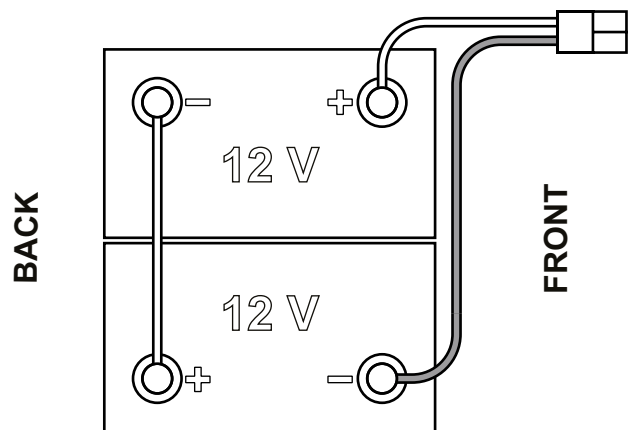

Figura 1
Utilajul funcționează cu 2 baterii de 12 V, conectate conform schemei prezentate în Figura 1.
1. Scoateți cheia utilizatorului (52).
2. Deconectați conectorul bateriei apăsând pe butonul de urgență (5).
3. Ridicați capacul (18) și verificați dacă rezervorul de recuperare (17) este gol, în caz contrar goliți-l cu ajutorul furtunului de scurgere (26).
4. Închideți capacul (18).
5. Apucați de mâner (35) și ridicați cu atenție ansamblul rezervorului de recuperare (17).
8. Poziționați și instalați cablul bateriei în modul indicat în Figura 1, apoi strângeți cu atenție piulița pe fiecare bornă de baterie.
9. Amplasați capacul de protecție pe fiecare bornă, apoi conectați conectorul bateriei (6).
10. Decuplați tija de susținere (36), apoi prindeți mânerul (35) și coborâți cu grijă ansamblul rezervorului de recuperare (17).